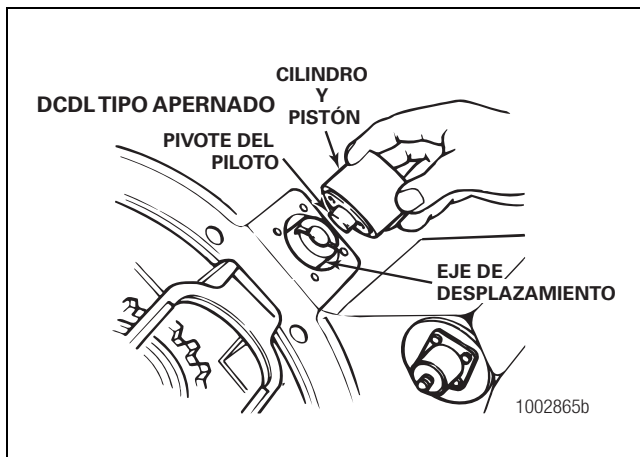

Figura 6.12
9. Instale el cilindro en el orificio de la caja. Verifique que el pivote del piloto en el pistón esté contra su orificio en el eje de desplazamiento. Figura 6.12.